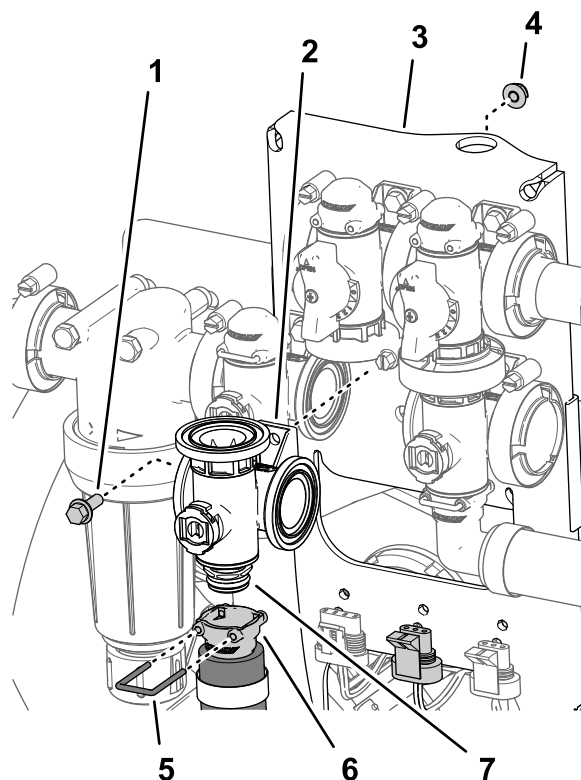

図 116
2. 攪拌バルブ用のマニホールドカップリングにクイックディスコネクソケットを固定しているカップリングを外す 図 116。
3. 攪拌バルブをバルブマウントに固定しているフランジヘッドボルト $\frac{1}{4} \times \frac{3}{4}$ "とフランジロックナット $\frac{1}{4}$ "を外してバルブマニホールドを機体から取り外す 図 116。